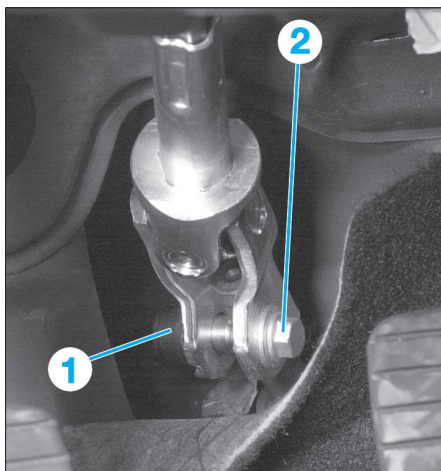

FIG. 10
- Exercer une pression sur les deux clips (2).
- Déposer et débrancher le combiné des instruments (3).
- Déposer la protection (1) de l'écrou (2) du joint cardan inférieur de la colonne de direction et le déposer (Fig.10).
- Déposer l'écrou et la vis (2) du joint cardan inférieur de la colonne de direction (Fig.10).